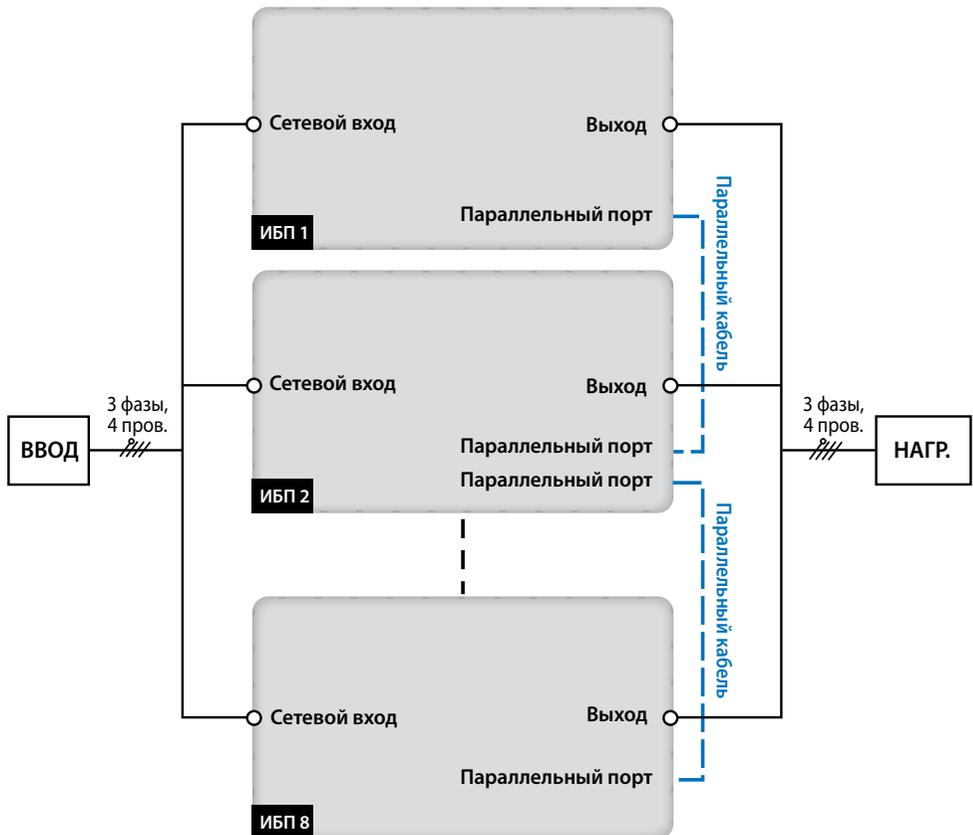

Рис. 5-14. Схема подключения в конфигурации с одним входом (параллельные ИБП)
- 2) Подключите кабели электросети переменного тока, нагрузки и внешнего батарейного кабинета к соответствующим зажимам ИБП. См. **Рис. 5-12, Рис. 5-14 и 5.5 Подключение внешнего батарейного кабинета Delta**.